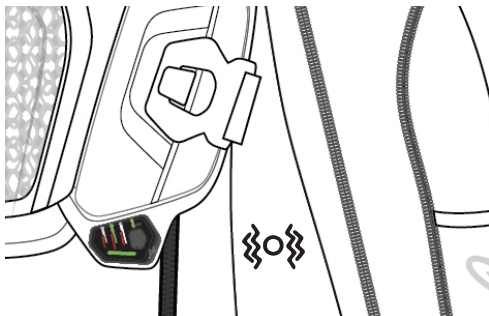

Figura 9: Fase di controllo del display LED
1) Controllo dei LED: in questa fase il sistema controlla che tutti i LED disponibili funzionino correttamente. L'utente vedrà che tutti i LED disponibili (4c, 4d, 4e) si accendono di colore VERDE SOLIDO per circa un secondo e poi si spengono (Figura 9);